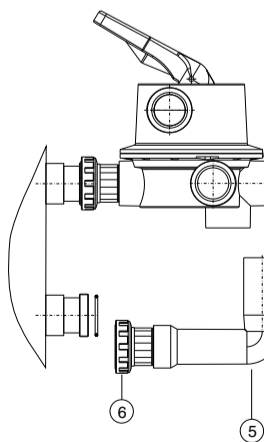

Fig. 3
2. Collegare la valvola all'imboccatura superiore del filtro, avvitando leggermente la flangia (2) in modo che la valvola possa ruotare. Assicurarsi di aver collocato l'O-Ring (4) nel suo alloggiamento prima di avvitare la flangia (2).
3. Si provvederà ad allineare la valvola con le uscite del filtro montando il gomito (5) e la flangia (6) (vedi fig. 3) senza incollarle.
3. Ventil mit den Filteranschlüssen auf Linie bringen und das Knie (5) mit der Mutter (6) befestigen, gem. Abb. 3, jedoch noch nicht verkleben.